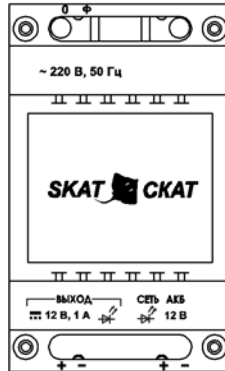

Рисунок 2. Вид сверху, элементы подключения и индикации
2. Подсоединить, соблюдая полярность, провода нагрузки к клеммам колодки «ВЫХОД 12В=» источника (см. рисунок 2).